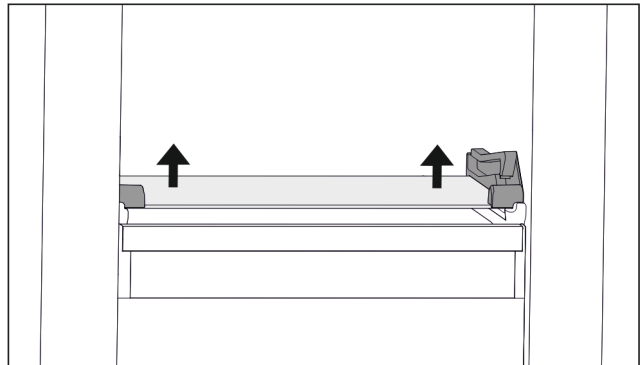

Fig. 61 Placa de vidrio del cajón inclinable
- ▶ Empuje la placa de vidrio desde abajo hacia arriba por ambos lados. (consulte Fig. 61)